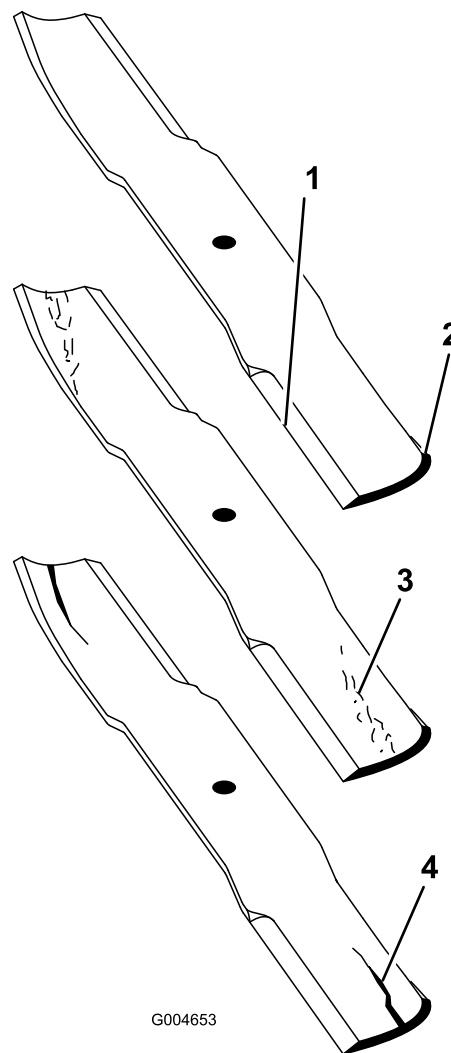

Figura 26
3. Examine cuidadosamente as extremidades da lâmina, prestando especial atenção à zona onde se encontram as partes curvas e planas da lâmina (Figura 26).
Nota: A areia e os materiais abrasivos podem desgastar o metal entre as partes plana e curva da lâmina; por isso, verifique a lâmina antes de utilizar a máquina. Se der conta de desgaste (Figura 26), substitua a lâmina.